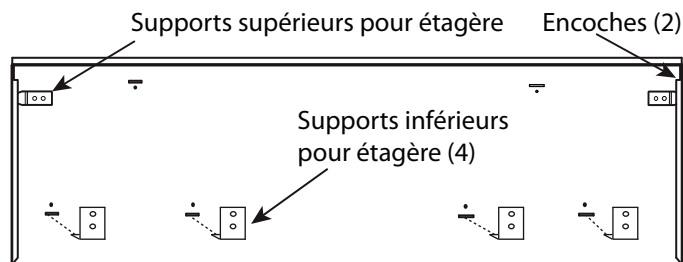

Figure 18 : Dos de la plaque murale
- Installez les deux supports supérieurs pour étagère et les trois supports inférieurs pour étagère aux endroits indiqués sur les gabarits. Fixez-les en place à l'aide des (10) vis de 1 po (25,4 mm) fournies.
- Faites glisser l'ensemble de l'étagère vers le haut jusqu'à ce que la partie inférieure s'enclenche dans les quatre supports inférieurs (Figure 18).